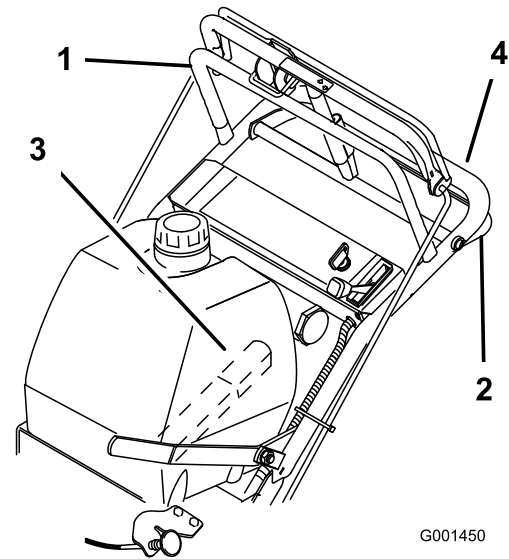
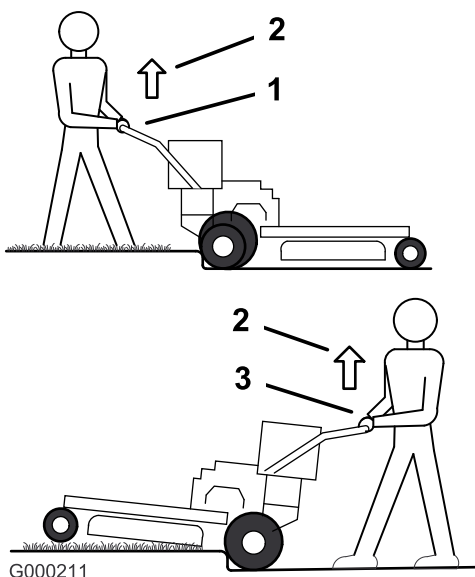
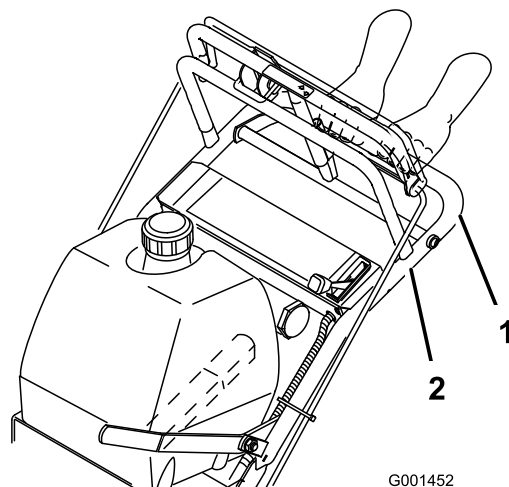

Figure 10
Figure 11
Figure 12
1. Pour vous déplacer en marche avant, sélectionnez une vitesse en marche avant (Figure 10).
3. Appuyez lentement sur la barre de commande supérieure pour avancer (Figure 10).
Pour vous déplacer en ligne droite, appliquez une pression égale aux deux extrémités de la barre de commande supérieure (Figure 10).
Pour tourner, relâchez la pression sur le côté de la barre de commande supérieure dans la direction que vous voulez prendre (Figure 10).
3. Rapprochez lentement la barre de commande inférieure de la poignée inférieure pour vous déplacer en marche arrière (Figure 10).
3. Conduisez la machine jusqu'à ce que les roues pivotantes touchent la bordure (Figure 11).
4. Appuyez sur la poignée inférieure pour soulever l'avant de la machine (Figure 11).
5. Conduisez la machine jusqu'à ce que les roues motrices touchent la bordure (Figure 11).
6. Abaissez l'avant de la machine (Figure 11).
7. Engagez la barre de commande inférieure et soulevez la poignée inférieure simultanément pour monter sur la bordure (Figure 10 et Figure 11).
3. Conduisez la machine jusqu'à ce que les roues motrices touchent la bordure (Figure 11).
4. Engagez la barre de commande inférieure et soulevez la poignée inférieure simultanément (Figure 10 et Figure 12).